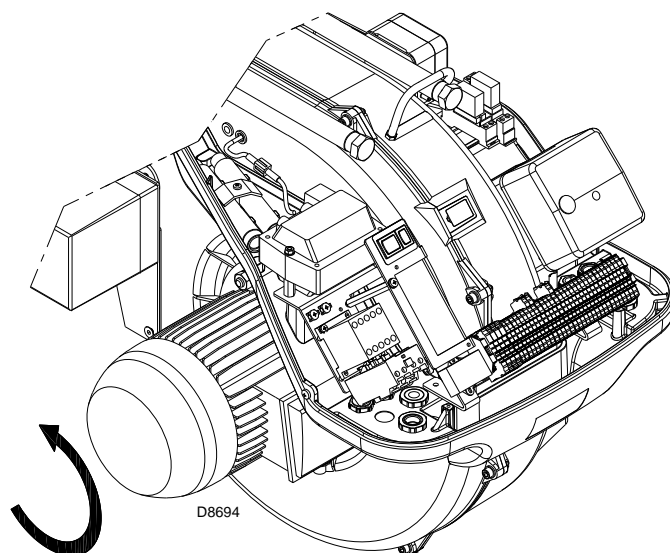

图 29
- 通过火焰检查窗（图 29）检查风机的旋转方向。
- 检查风机马达的旋转方向，如图 29 所示。